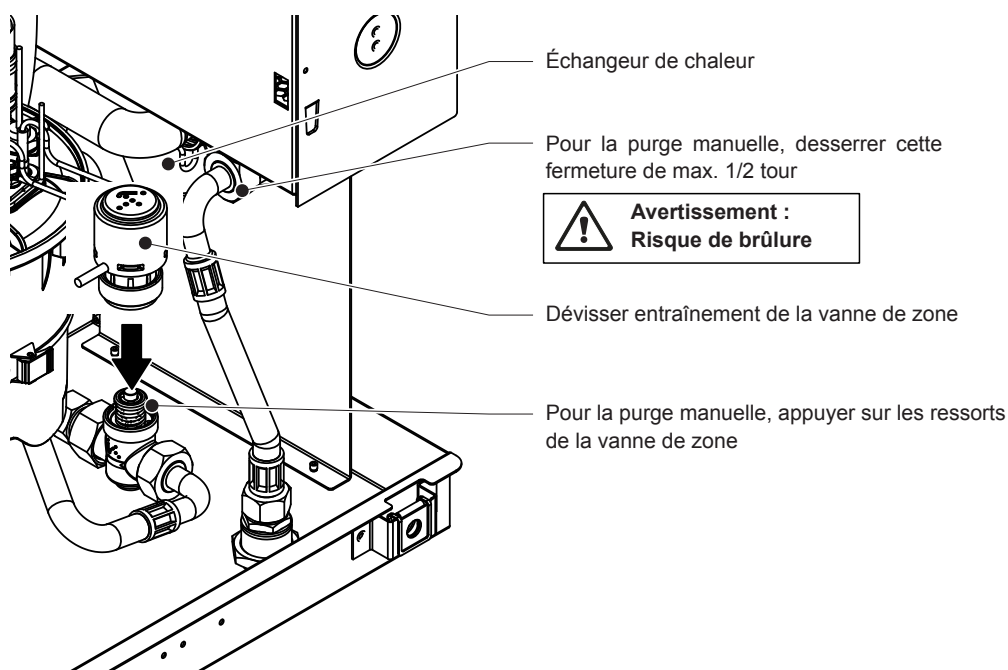

Fig. 46: Purge manuelle du circuit d'eau chaude des variantes FB et FB + 1HE
- Dévissez la commande de soupape sur la vanne de zone (voir Fig. 46).
- Appuyez avec votre main sur les ressorts de la vanne de zone à l'aide d'une pince à griffes jusqu'à ce que de l'eau apparaisse au raccord dévissé de l'échangeur de chaleur (voir Fig. 46).